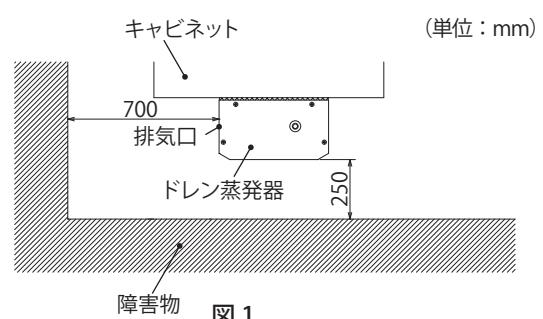

図1
- 吸気口および排気口の通風を妨げたり塞がないよう、また、排気が直接本製品吸気口に流入しないように取付位置に注意してください。処理能力低下と結露の原因になります。障害物からの距離をカバー面から 250mm 以上、排気口から 700mm 以上離すことをおすすめします。(図 1)